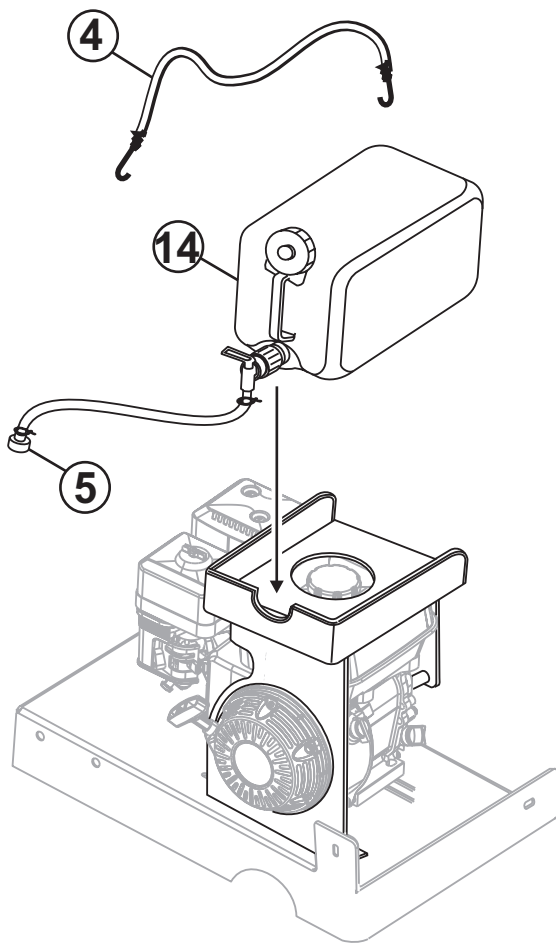

Figure 26. Position du réservoir d'eau
- 9 Placez le réservoir d'eau (avec le tuyau assemblé) sur la tablette de sorte que le robinet et le tuyau reposent dans l'encoche prévue à cet effet sur le dessus de la tablette (Figure 26).